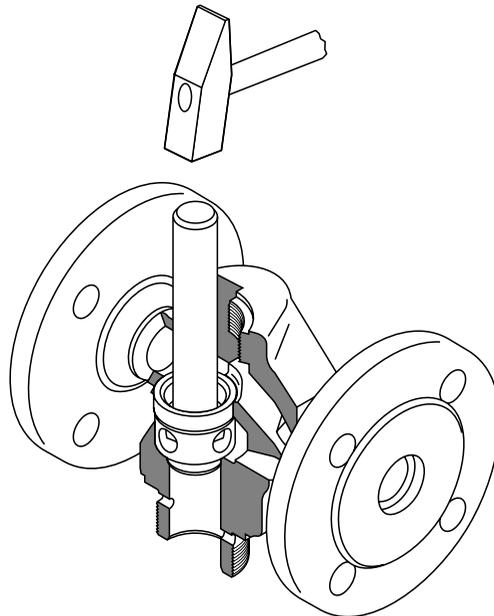

Fig. 8
16. Fixer le siège dans le corps avec un perceur (CuZn). **Fig. 8**